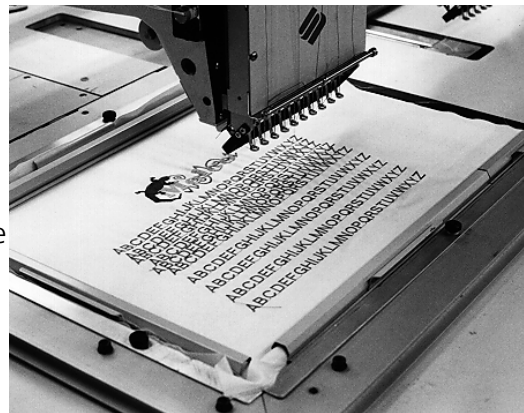

Figura 3-7
6. Incominciando dalla parte posteriore, spingete i morsetti in basso sul supporto con morsetti posteriore. AccertateVi che le chiusure di sollevamento sono dall'altra parte del campo di ricamo (consultate la Figura 3-7).